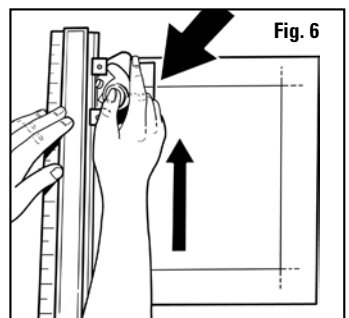

Fig. 6
- Tout en maintenant une pression descendante sur le support de la lame, faire glisser le couteau à biseau à l'écart de soi jusqu'à ce que sa ligne argentée croise la ligne au crayon supérieure. S'assurer de maintenir une pression descendante constante. **Fig. 6**